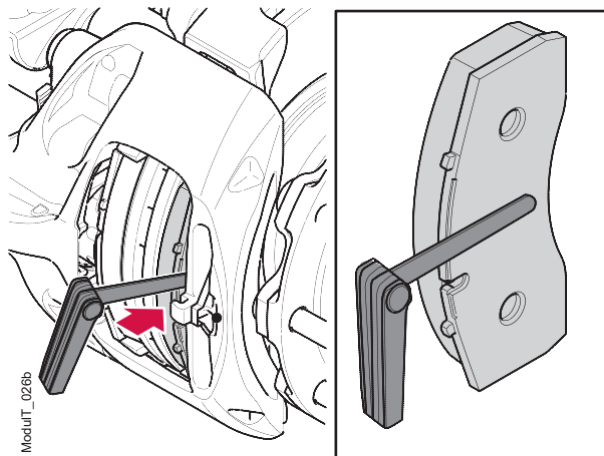

Figura 16a. Localização correta do calibrador de folga.
2. Insira o calibrador de folga entre a pinça de freio e a pastilha de freio externa para medir a folga. Posicione o calibrador de folga na parte do meio da placa traseira da pastilha de freio, para que uma folga média seja medida. Consulte a figura 16a.